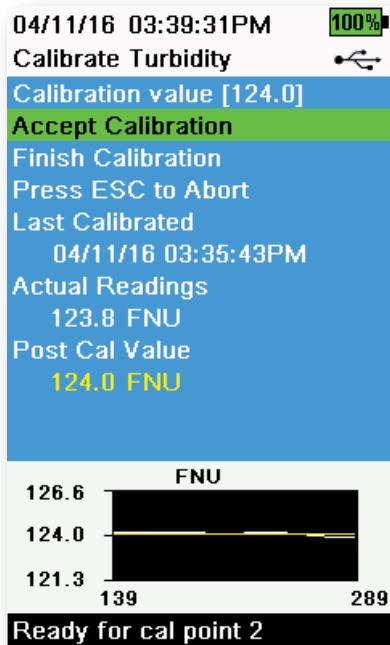

图 54 校准浊度
8. 确保浊度传感器镜头上没有气泡。观察实际测量读数是否稳定，然后选择 **Accept Calibration（接受校准）**（图 54）。然后消息区域将显示“第三点校准准备就绪”。